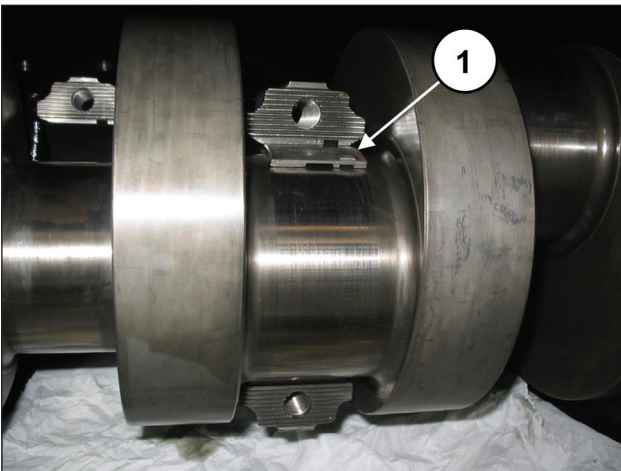

Fig. 57
Inserire i semicuscinetti superiori tra le bielle e l'albero (pos. ①, Fig. 57).